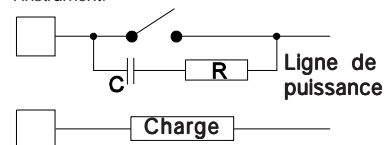

Fig. 10 CONTACT EXTERIEUR MONTE EN SERIE SUR LE CONTACT DE SORTIE DE L'INSTRUMENT
En de tels cas, nous recommandons de raccorder un filtre RC en parallèle avec le contact extérieur (ou avec le contact intérieur non protégé) suivant les indications fig. 10. Les valeurs de la capacité (C) et de la résistance (R) sont indiquées au tableau suivant.